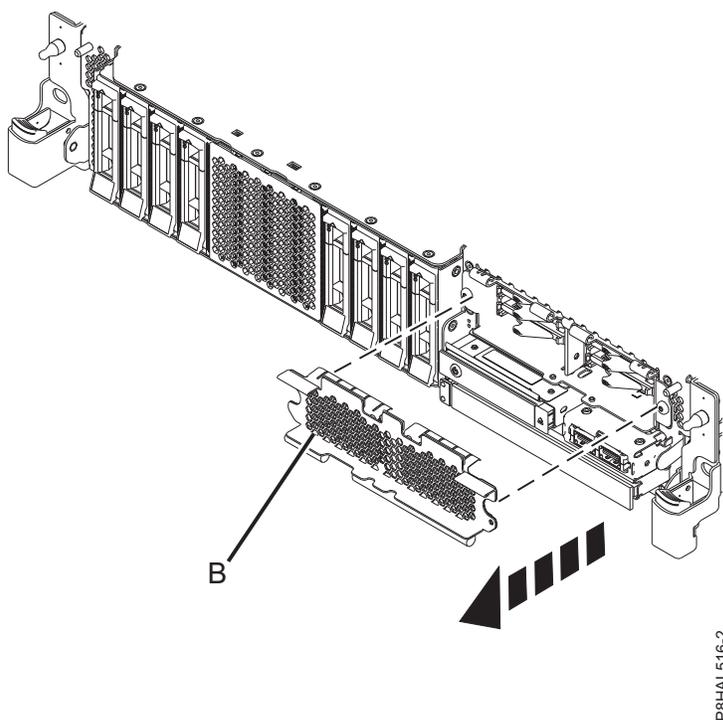

Figure 91. Retrait du cache du compartiment SSD pour accéder aux emplacements SSD d'un système à fonction étendue
10. Pour accéder aux emplacements SSD, retirez le cache perforé (**B**) qui obstrue le compartiment SSD comme illustré dans la figure 91.